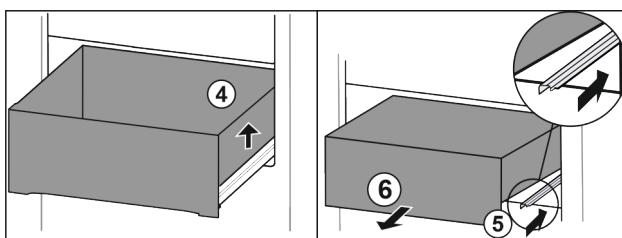

Fig. 89
- Ridicați sertarul din dreapta. Fig. 89 (4)
- Inserați şina din dreapta. Fig. 89 (5)
- Extragăti sertarul spre înainte. Fig. 89 (6)